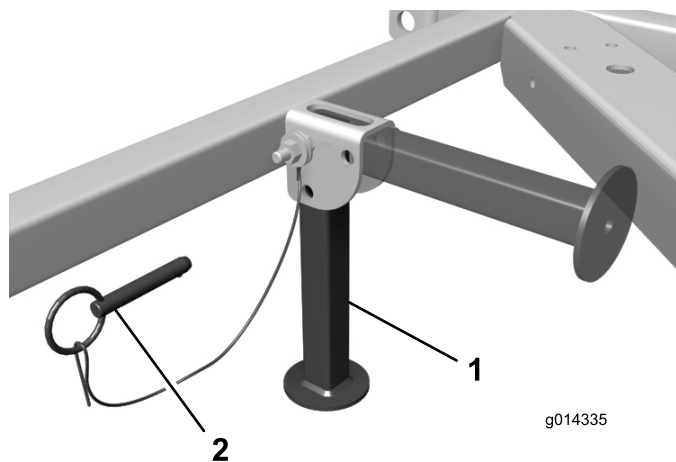

Figure 2
2. Retirez les goupilles à extraction rapide qui fixent les supports de rangement en position relevée (Figure 2). Faites pivoter les supports vers le bas et fixez-les avec les goupilles à extraction rapide.